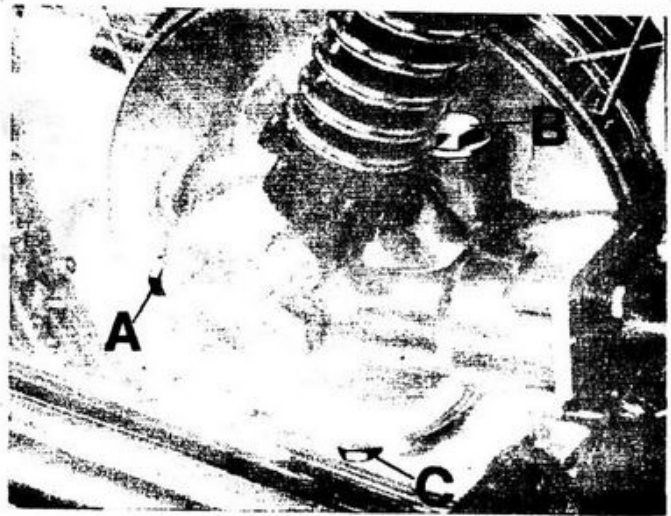

Fig. 98
Come prima operazione, scaricare l'olio dalla scatola trasmissione svitando il tappo con guarnizione (C di fig. 98) situato sotto la scatola stessa, indi passare alle operazioni di smontaggio operando come segue:
- dalla scatola il tappo immissione (B) e di livello (A) con guarnizione (vedere fig. 98).
- il tappo di scarico olio (C di fig. 98);